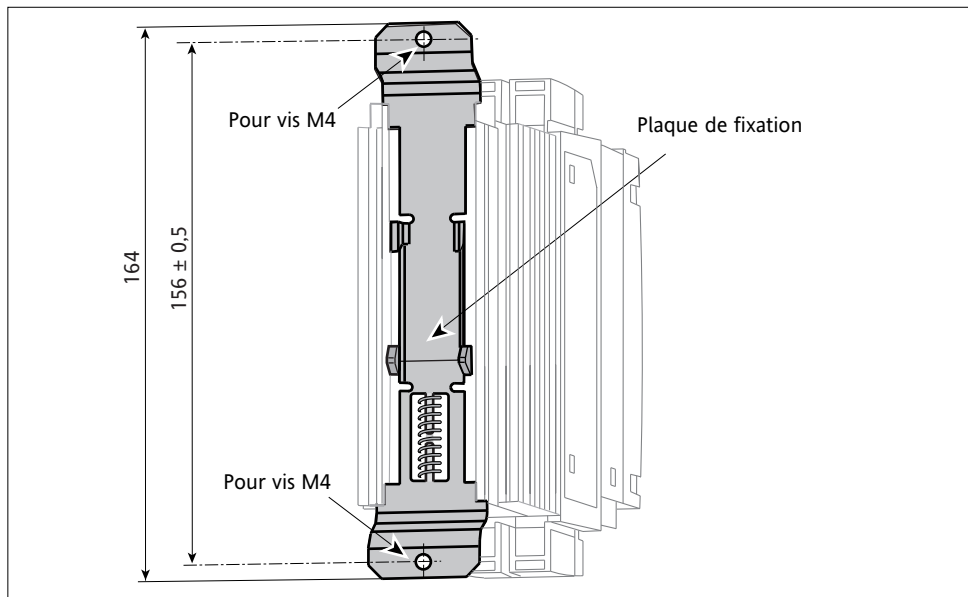

Figure 2-3 Montage en fond d'armoire, fixation sur le support (de 16 A à 63 A). Vu de dos
- des trous de fixation pour le montage en fond d'armoire (figure 2-3 et 2-4).